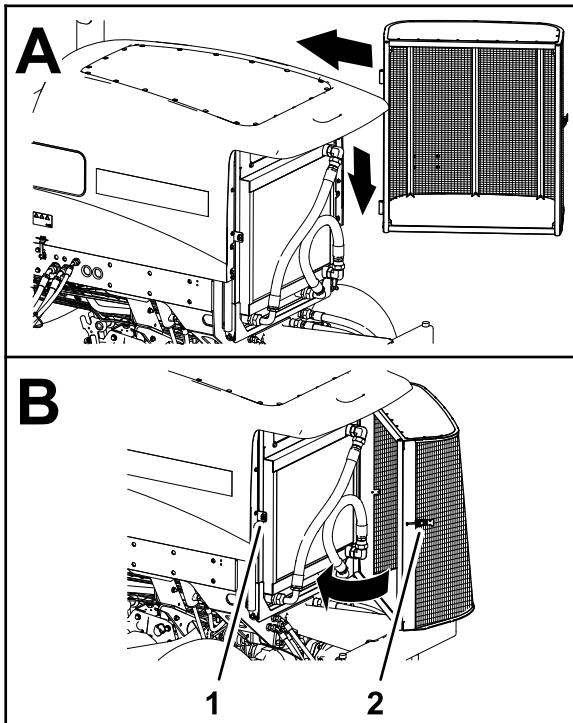

Figure 158
8. Remontez la grille sur ses axes de charnière (Figure 158).